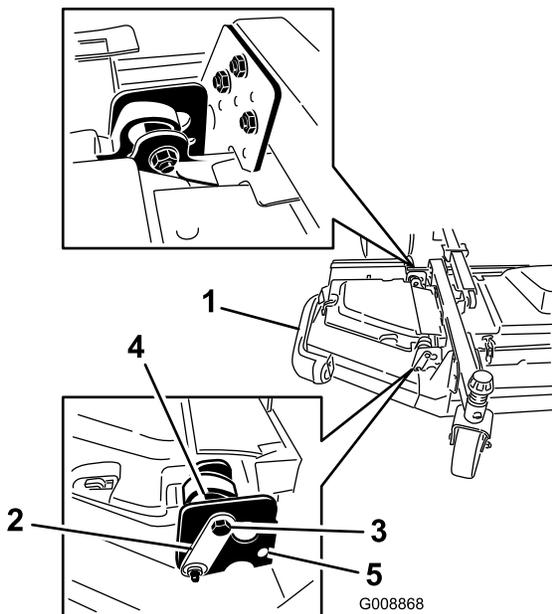

図 7
2. 偏芯スペーサ2枚をウイングレットに固定しているボルトとナットをゆるめる 図 7。
- 後ろ側のトラクションユニットに近い方の偏芯スペーサを回して、外側のブレードの先端の高さが希望する刈高よりも 3mm 高くなるように調整する 図 7。